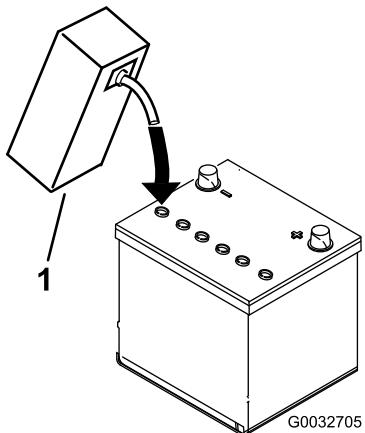

Figure 7
- Versez de l'électrolyte avec précaution dans chaque élément jusqu'à ce que les plaques soient recouvertes d'environ 6 mm de liquide (Figure 7).
- Attendez environ 20 à 30 minutes pour donner le temps aux plaques de s'imprégnier d'électrolyte. Faites l'appoint au besoin pour faire monter le niveau de liquide à environ 6 mm en dessous du creux de remplissage (Figure 7).